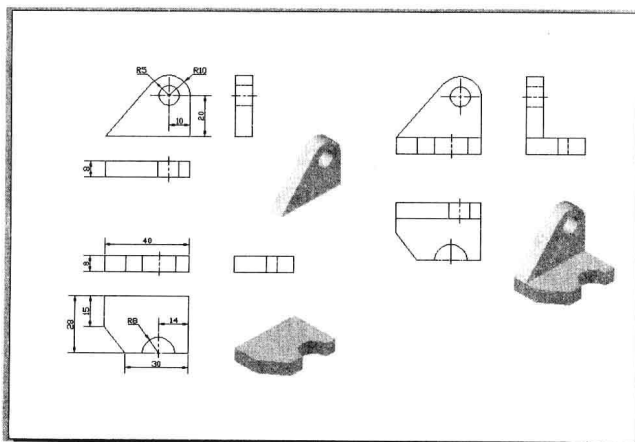

图 11-4-1
(1) 综合应用各种命令绘制图形和三维实体，标注二维和三维图形的尺寸，并按 1:1 的比例输出到 A3 图纸，效果如图 11-4-1 所示。